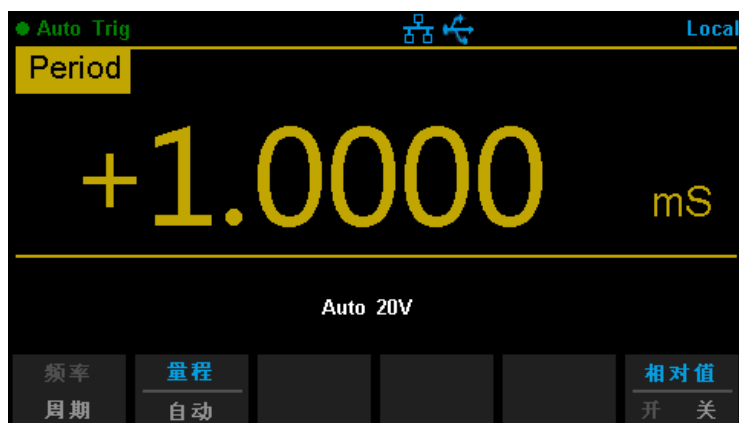

图 2-21 周期测量界面
1. 按前面板的 **Shift** 键，再按 **+** 键，选中【周期】进入周期测量界面，此时显示屏右下角显示周期的单位，如图 2-21 所示。